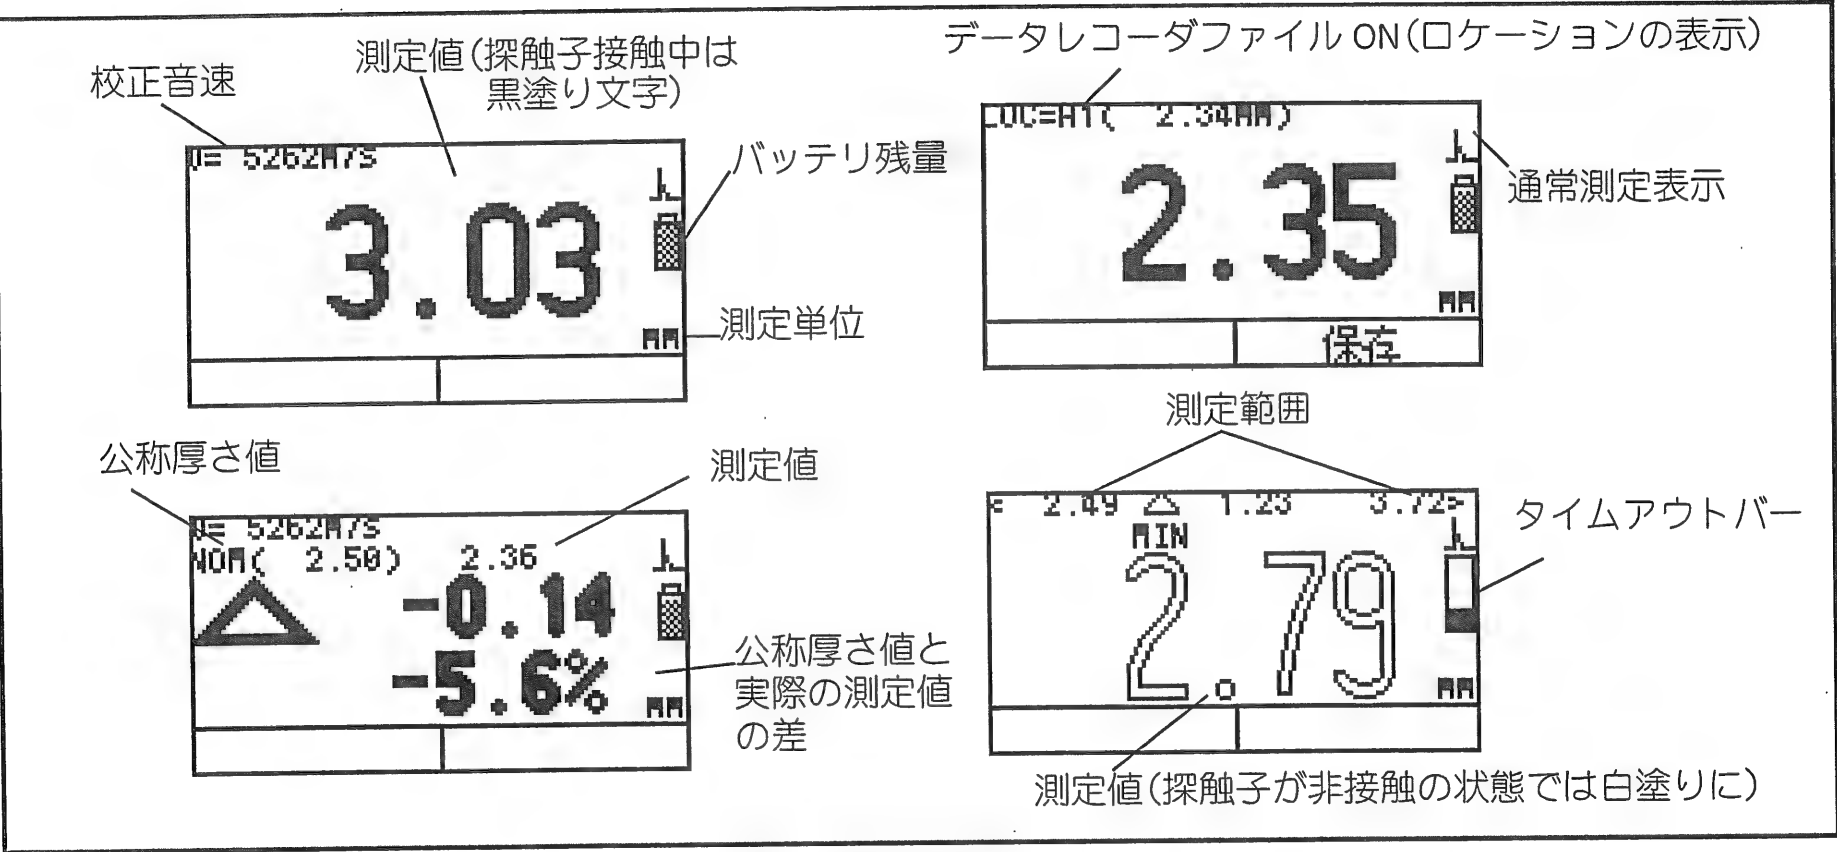

図 2: 測定値表示モード
- **測定値モード**：測定値、アイコン、データレコーダ搭載の場合はファイル名や保存先を表示します。図 2 に代表的な測定値表示を示します。表示は、機器の設定やオプション機能によって若干異なります。